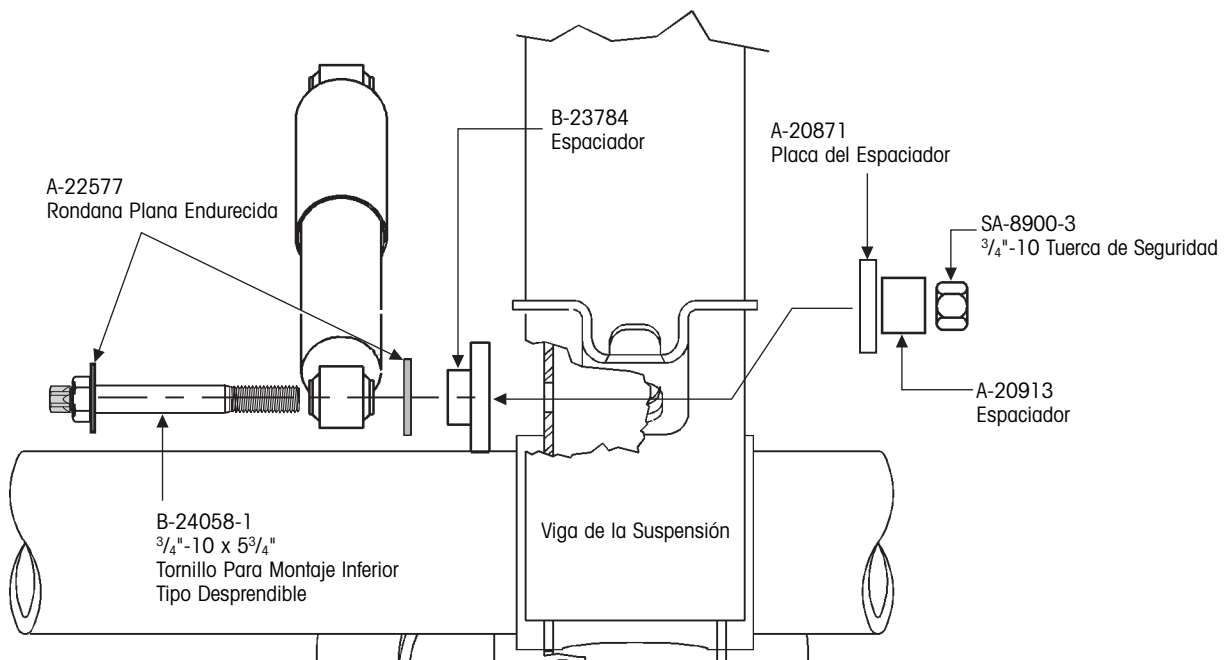

Figura 5. AA230/AA250 Rev. B (Rosca Dañada)
8. Instale el tornillo para montaje inferior tipo desprendible y la tornillería externa como en el paso #5 del procedimiento anterior (Figura 5, página 6).